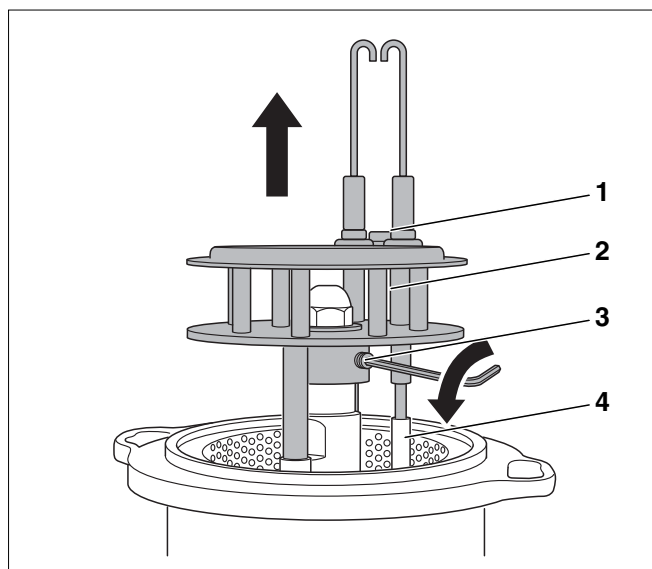

Fig. 46 Desmontar el sistema de mezcla
- Suelte el tornillo (fig. 46, **pos. 1**, pág. 36) situado entre los electrodos de encendido.
- Suelte los cables de encendido (fig. 46, **pos. 4**, pág. 36).
- Soltar el tornillo de sujeción (fig. 46, **pos. 3**) y desmontar el sistema de mezcla (fig. 46, **pos. 2**).
- Tire hacia arriba del sistema de mezcla (fig. 46, **pos. 2**).